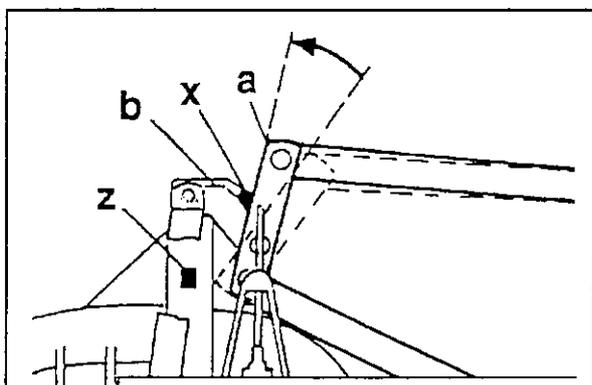
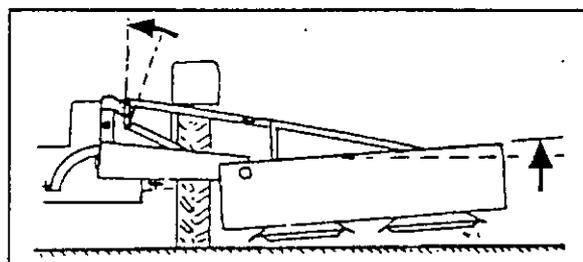

fig. 4-28
fig. 4-30
*Veiller à ce que le levier (a) de la tringlerie de relevage soit en contact avec la butée (x), pour éviter que lors de l'orientation de la machine la partie inférieure du levier ne heurte le bloc de butée (z) ce qui pourrait provoquer l'endommagement de la plaque de recouvrement (b) (fig. 4-28).*
5. Si le levier (a) (fig. 4-28) n'était pas en contact avec la butée (x), ce qui pourrait être attribué à un graissage insuffisant de articulations, relever quelque peu la barre de coupe à la main, en agissant de l'extérieur (fig. 4-30).